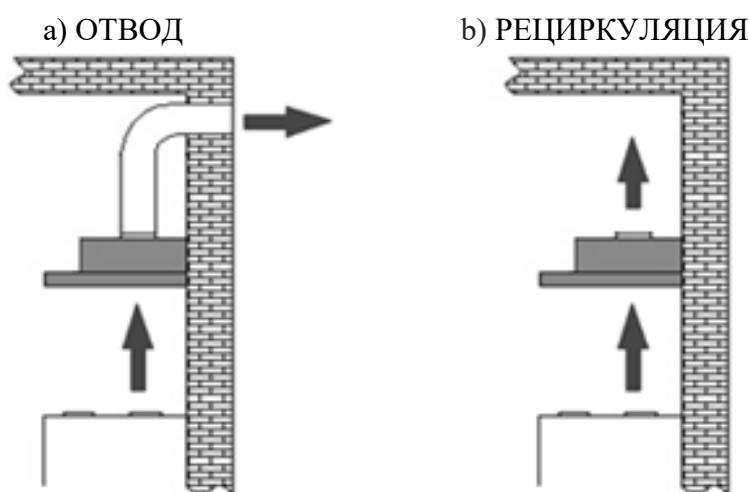

Рис. 7
- 1) Отвода (рис. 7а) – воздух удаляется из помещения через соединение вытяжки с вентиляционным каналом жестким пластиковым воздуховодом или гофрированным шлангом диаметром 120 мм. И, таким образом, все кухонные испарения, запахи, гарь и копоть, проходя через многоразовые алюминиевые жироулавливающие фильтры, выводятся за пределы помещения. При данном режиме работы нет необходимости устанавливать угольные фильтры. Режим отвода является наиболее эффективным, поскольку вытяжка удаляет все кухонные испарения за пределы кухни в вентиляционную шахту.
- 2) Рециркуляции (рис. 7б) – внутренняя циркуляция воздуха через угольный фильтр (рис. 8). Вытяжка в данном случае не подключается к вентиляционной шахте и, таким образом, воздух просто прогоняется через вытяжку внутри кухни.